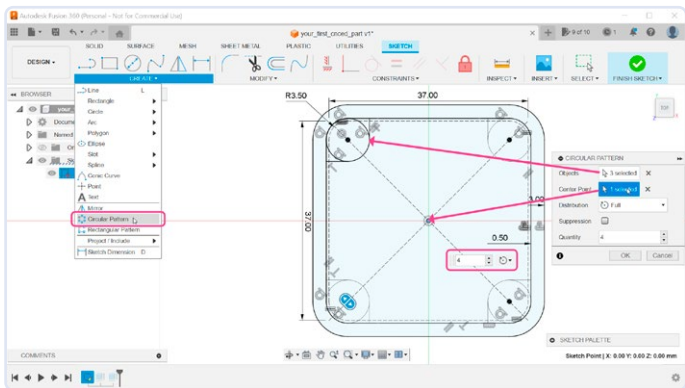

Figure 11. Réplication du support pour les trois autres coins.
11. Trois autres supports sont nécessaires, mais plutôt que de les dessiner manuellement, nous pouvons utiliser certains outils pour dupliquer le premier support déjà créé. Le choix normal serait d'utiliser l'outil **Mirror** (**CREATE Mirror**). Cependant, dans ce cas, nous avons une solution en un clic – l'outil **Circular Pattern**, également situé dans le menu **CREATE**. Lorsque l'outil est activé, il faut sélectionner le cercle et deux lignes (**figure 11**). Cliquez sur le bouton **Select** à côté du point central et sélectionnez le point d'origine. Dans la zone **Quantity**, entrez la valeur de 4.